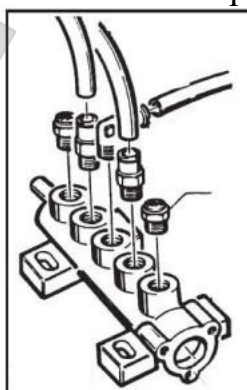

Рис.19
Примечание: Чтобы заменить или прочистить глушитель открытия/закрытия зажимов (G) сделайте следующие действия (рисунок 19):